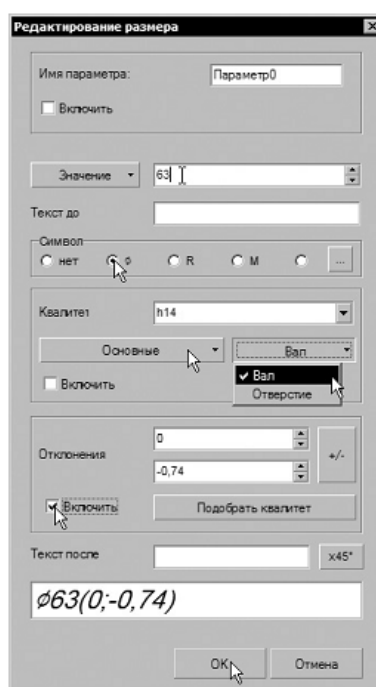

Рисунок 4.
6. В открывшемся окне (рис. 4) Редактирование размера установите курсор в ячейку Значение и введите 63.